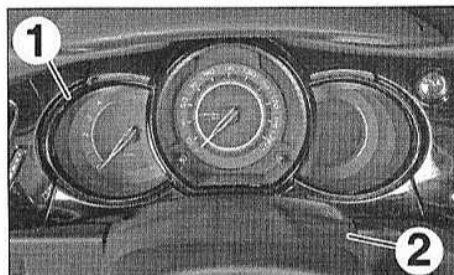

FIG.3
- Dégrafer l'enjoliveur de combiné d'instruments (1) du soufflet (2) de la demi-coquille supérieure (Fig.3).